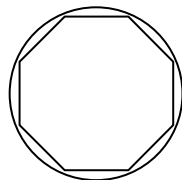

Figure 3
Fermez le diaphragme de champ (FS) en tirant sur la tirette correspondante (figure 1). Vous voyez apparaître l'iris du diaphragme dans votre champ de vision. A l'aide du tournevis (figure 1) et des deux vis de réglage du diaphragme de champ, centrez l'iris au milieu de votre champ de vision. Pour parfaire le réglage, on peut augmenter la taille du diaphragme de champ de manière à faire tangenter l'image de l'iris et le bord circulaire du champ de vision défini par l'oculaire (cf figure 3).
Le diaphragme de champ est alors réglé. Vous pouvez laisser le diaphragme avec l'ouverture décrite sur la figure 3.
Repositionnez le bout de papier sur le plateau porte échantillon et faite la mise au point dessus. Ré-ouvrez le diaphragme de champ de manière à éclairer la plus grande zone observable possible (cf. figure 3).